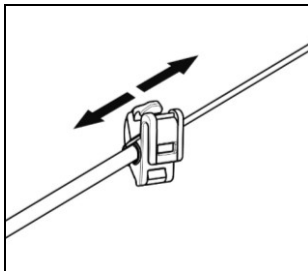

Fig. 24
- Regolare il microfono (Fig. 24).